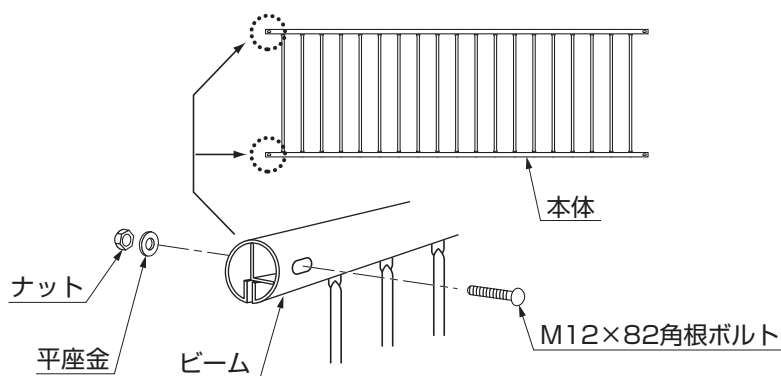

図3-1
①パネルのどちらか2箇所を図3-1のように金具の取付で使用するM12×82角根ボルトで仮止めしてください。